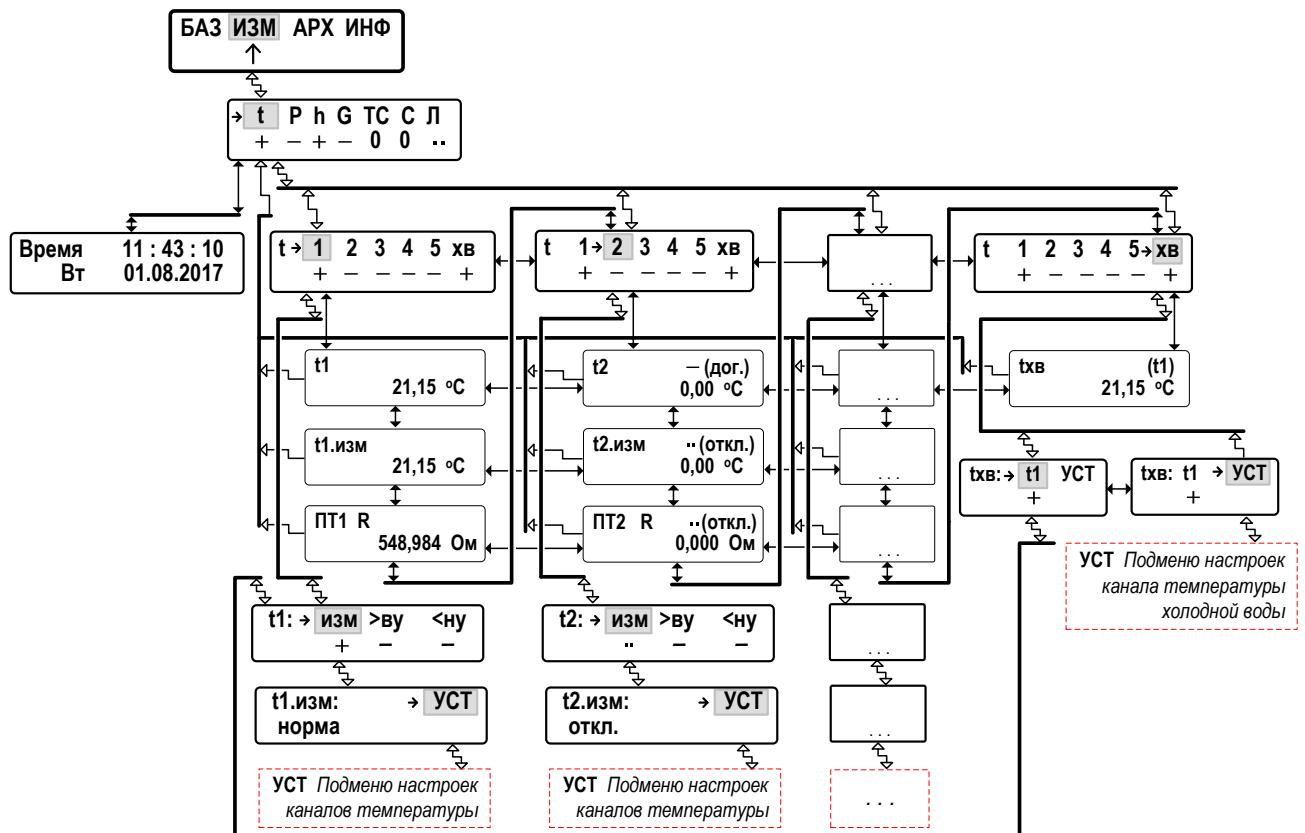

Рис.8. Структура меню с результатами измерения температуры.
5.3.2.2. Перемещение между окнами индикации в меню измерительных параметров показано на рис.8.
При наличии возможности входа в одно и то же подменю из разных меню (например, в **t1: изм >ву <ну**, рис.8) обратный переход в «стартовое» меню (по нажатию кнопки) будет выполняться по маршруту вхождения в данное подменю.